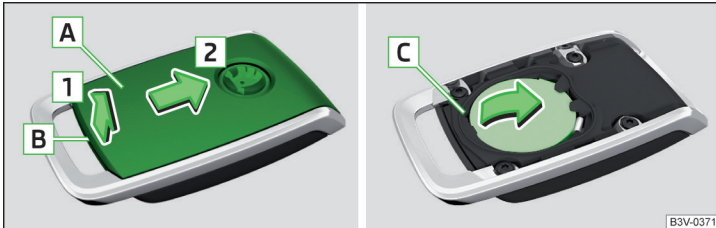

Abb. 341 Abdeckung aufklappen / Batterie herausnehmen
- › Mit einem dünnen Schlitzschraubendreher die Abdeckung **A** im Bereich **B** lösen » Abb. 341.